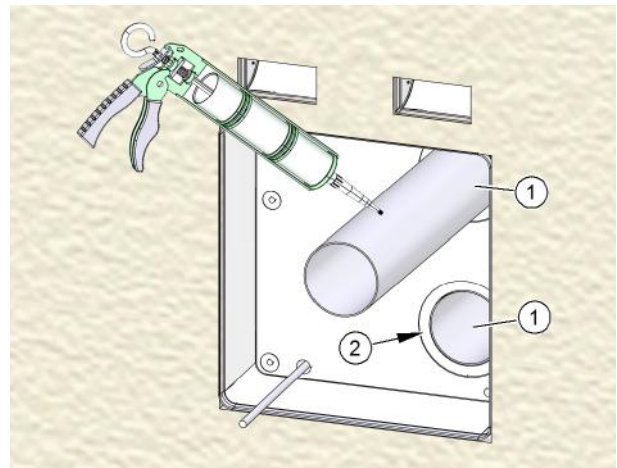

Abb. 30: Lüftungsrohre einsetzen und fixieren
- ▶ Tragen Sie dauerelastischen Dichtstoff auf die äußere Hülle der Lüftungsrohre (Pos. 1 in Abb. 30) auf.
- ▶ Schieben Sie beide Lüftungsrohre mit Drehbewegungen soweit in die Öffnungen des Mauerkastens ein, dass sie bündig abschließen (Pos. 2 in Abb. 30).